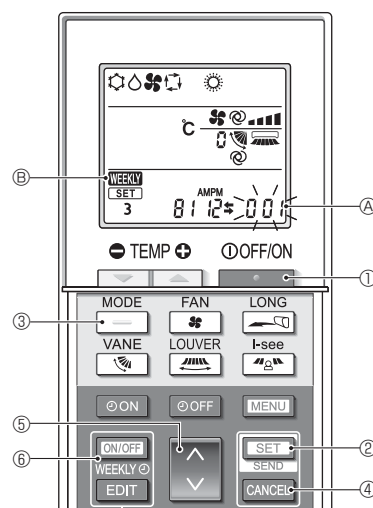

Fig. 4-12
4.12.8. Como desactivar o modo Auto (Fig. 4-12)
1. Prima o botão **STOP** (1) para parar o aparelho de ar condicionado.
• Se o temporizador semanal estiver activo, prima o botão **ON/OFF WEEKLY** (6) para desactivar o temporizador. (**WEEKLY** (6) desaparece.)
2. Prima o botão **SET** (2) durante 5 segundos.
• A unidade entra no modo de definição de funções. (O número de definição do modelo do grupo (A) pisca.)
3. Prima o botão **UP** (4).
4. Concluir as definições (Fig. 4-12)